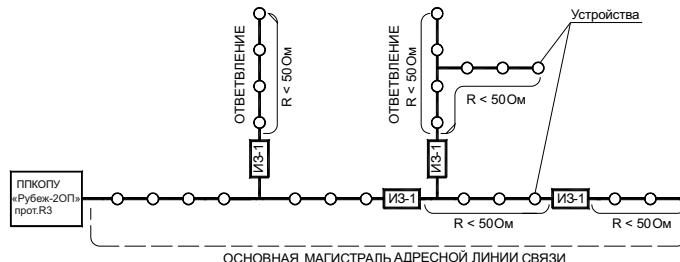

Рисунок 3
– разрывать радиальную АЛС (рисунок 3) в месте установки изолятора, ближайшего к точке короткого замыкания. Это локализует участок после изолятора и оставляет работоспособным участок АЛС между прибором и сработавшим изолятором шлейфа;
- радиальной АЛС (рисунок 3);